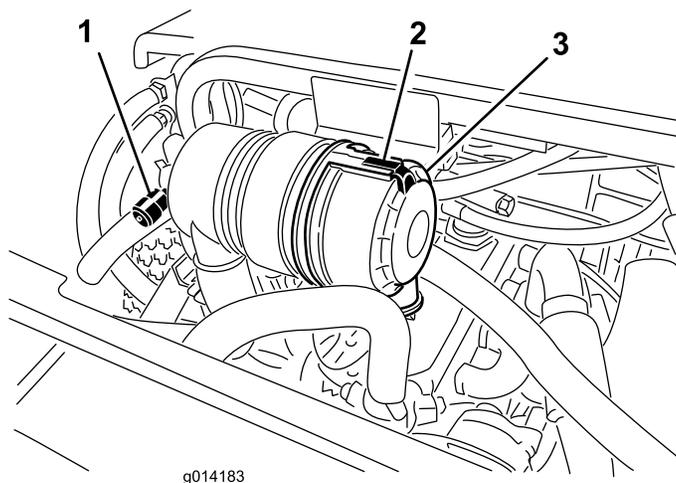

Figura 26
Effettuate la manutenzione del filtro dell'aria quando l'indicatore (Figura 26) lo richiede. Sostituendo il filtro dell'aria prima del necessario si aumenta il rischio che la morchia penetri nel motore quando si toglie il filtro.
1. Rilasciate il fermo che fissa il coperchio del filtro dell'aria al relativo corpo (Figura 26).